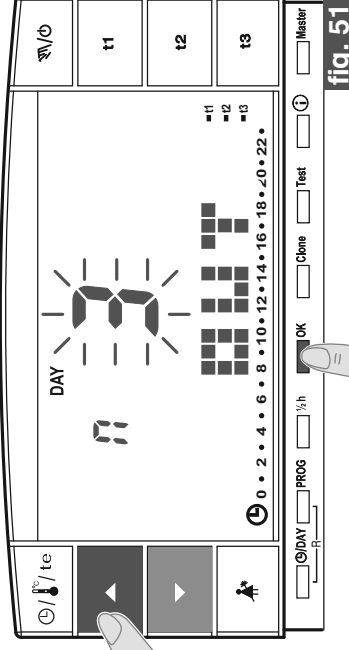

fig. 51
- Sul display appare il mese corrente lampeggiante. Con i tasti **▲** **▼** impostare il mese in cui si intende attivare il programma Holiday (lasciare l'abitazione); confermare premendo il tasto **OK** (fig. 51).